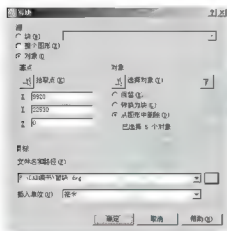

图 3.82 【写块】对话框
(1) 在命令行输入“W”后按 Enter 键, 打开【写块】对话框。
(2) 如图 3.82 所示, 在【源】选项组中点选【对象】单选按钮, 表示要选择屏幕上已有的图形来制作图块。
(7) 在【对象】选项组中, 点选【从图形中删除】单选按钮, 即块制作好后将源对象删除, 如图 3.82 所示。